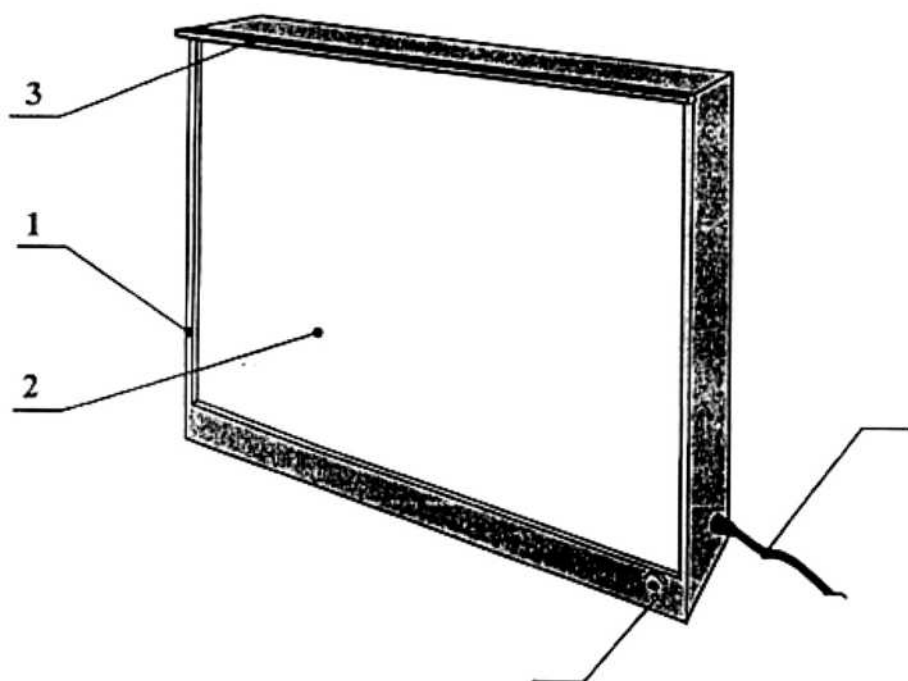

Рис. 2. Общий вид негатоскопа рентгенозащитного НР2 -02 1 - корпус, 2 - молочный экран, 3 - зажим, 4 - ручка регулировки яркости, 5- сетевой шнур.
5.2.4 Если негатоскоп укомплектовано кронштейнами и поддоном для мокрых снимков необходимо закрепить кронштейны с помощью винтов на верхней части негатоскопа и вставить поддон внизу, между стеклом и корпусом негатоскопа (рис. 2).
2 Если в розетке, предназначенной для включения негатоскопа, отсутствует заземляющий контакт, необходимо заземлить корпус негатоскопа внешним проводом, подключив его к зажиму обозначенному значком (Л) (рис.2)